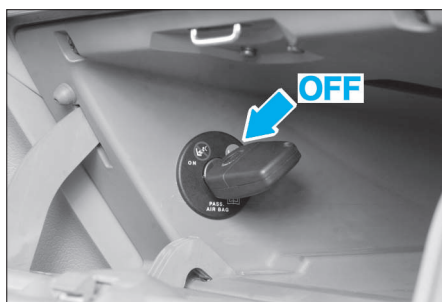

FIG. 30
- A l'aide de la clé de contact, inhiber l'airbag passager (Fig.30).